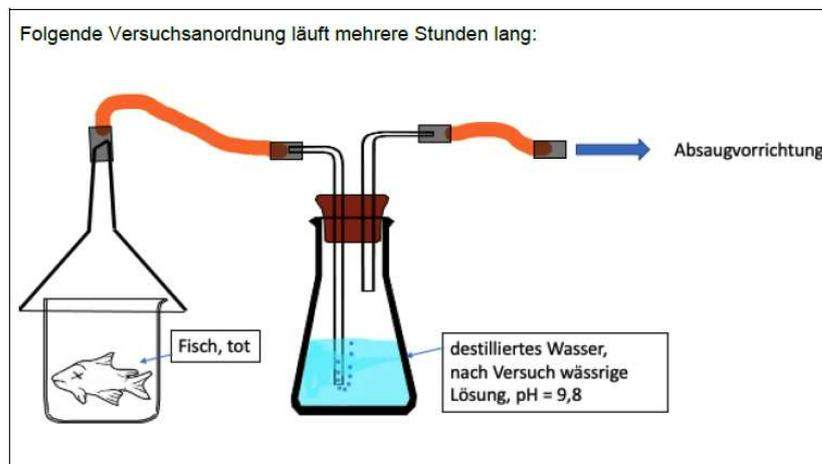

Abbildung 1: Modellhaft dargestellte Versuchsanordnung, IQB
- 1.1 Beschreiben Sie das in Abbildung 1 in M 1 abgebildete Experiment. Leiten Sie aus den experimentellen Ergebnissen Eigenschaften der auf dem toten Fisch entstehenden Amine ab. 10 BE